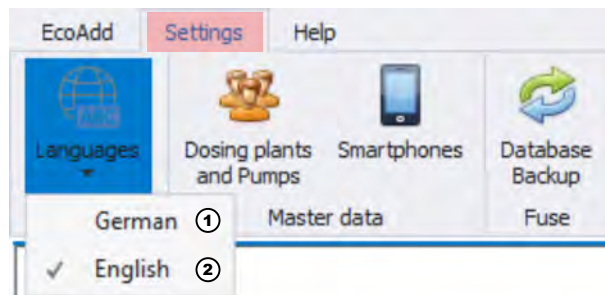

Abb. 44: Kontextmenü: Sprachauswahl in englischer Sprache
1. Wählen Sie die Sprache [German] im Kontextmenü (Abb. 44, Pos. 1) aus.